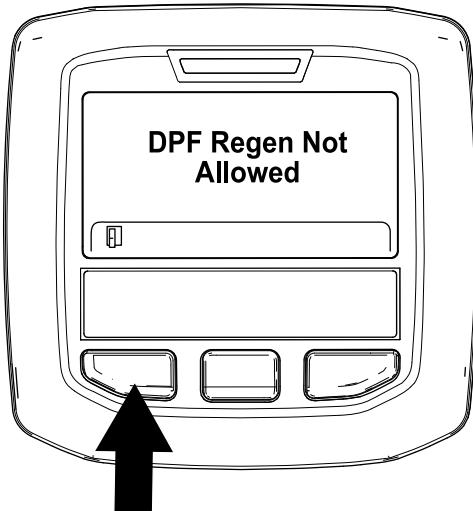

Bild 51
- Wenn der Motorcomputer die Regenerierung nicht zulässt, wird die Meldung „DPF Regen. Not Allowed“ im InfoCenter angezeigt (Bild 51). Drücken Sie die linke Taste, um den Homebildschirm anzuzeigen.